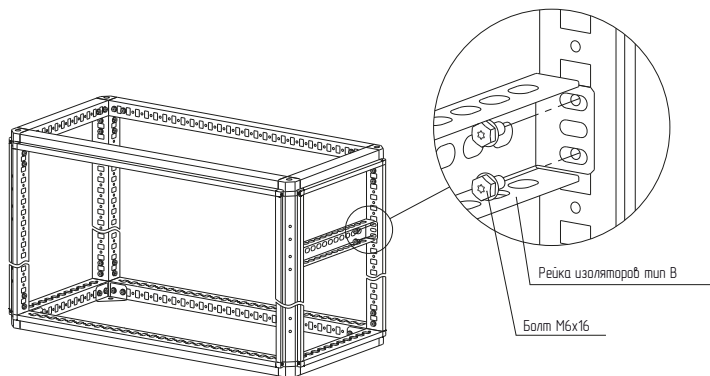

Рисунок 1
4.1.2 Установить рейку изоляторов тип В между стоек каркаса на нужной высоте и закрепить болтами самонарезающими М6×16 (рисунок 1). Момент затяжки – 7 Н·м. Болты приобрести отдельно.